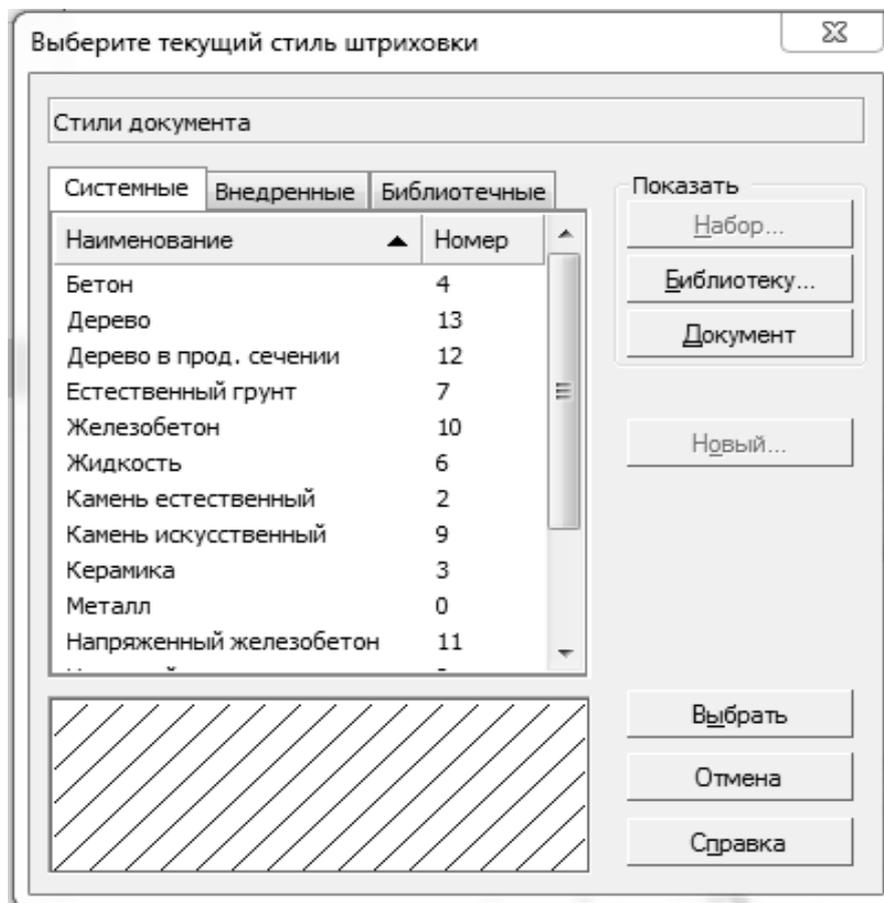

Рисунок 3.1 – Окно выбора стиля штриховки
- появится диалоговое окно **Выберите текущий стиль штриховки** (рисунок 3.1). Нажмите кнопку **Библиотека** и загрузите библиотеку стилей штриховок GRAPHIC.LHS. После этого перейдите на вкладку **Библиотека**, на которой должны отобразиться различные стили штриховок;